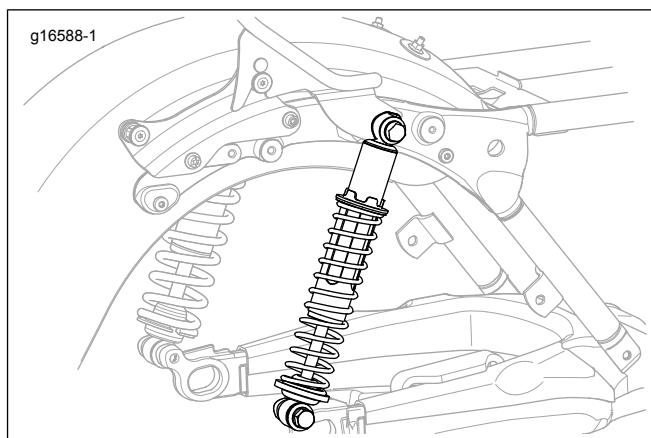

Figura 2. Orientamento dell'ammortizzatore con P&A Detachables
** In presenza di interferenze in corrispondenza degli attacchi dell'ammortizzatore: rimuovere l'ammortizzatore di destra. Vedere il manuale di manutenzione. Reinstallare l'ammortizzatore in posizione con asta in giù. Vedere Figura 2. Questa operazione fa sì che ci sia la distanza necessaria per l'installazione dello schienalino. In caso di ulteriori problematiche di adattabilità, rivolgersi al concessionario Harley-Davidson.*